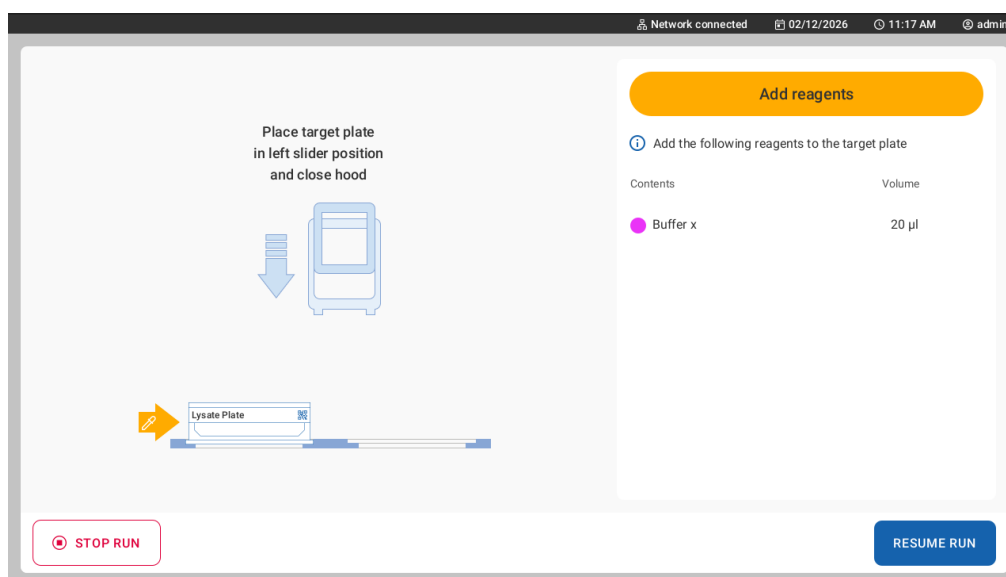

Figura 53. Pantalla de interacción manual.
2. Siga las instrucciones de la pantalla de interacción manual. La acción requerida depende del protocolo (Figura 53).